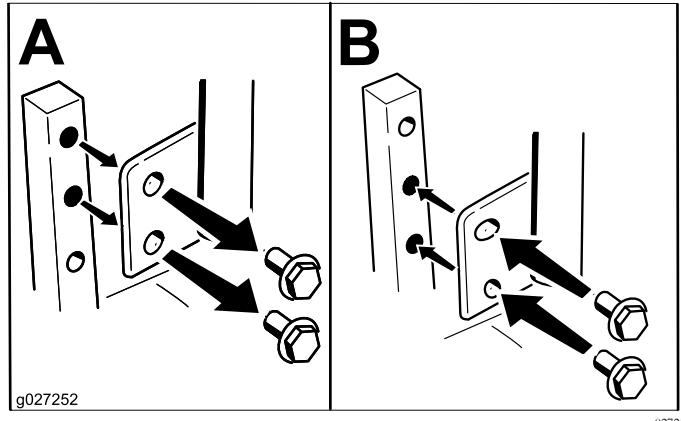

Bild 12
Die Höhe der Fahrantriebshebel kann für den optimalen Bedienerkomfort nach oben oder unten angepasst werden (Bild 12).
2. Lösen Sie die untere Schraube etwas, sodass der Schalthebel sich nach vorne oder nach hinten drehen lässt (Bild 12).